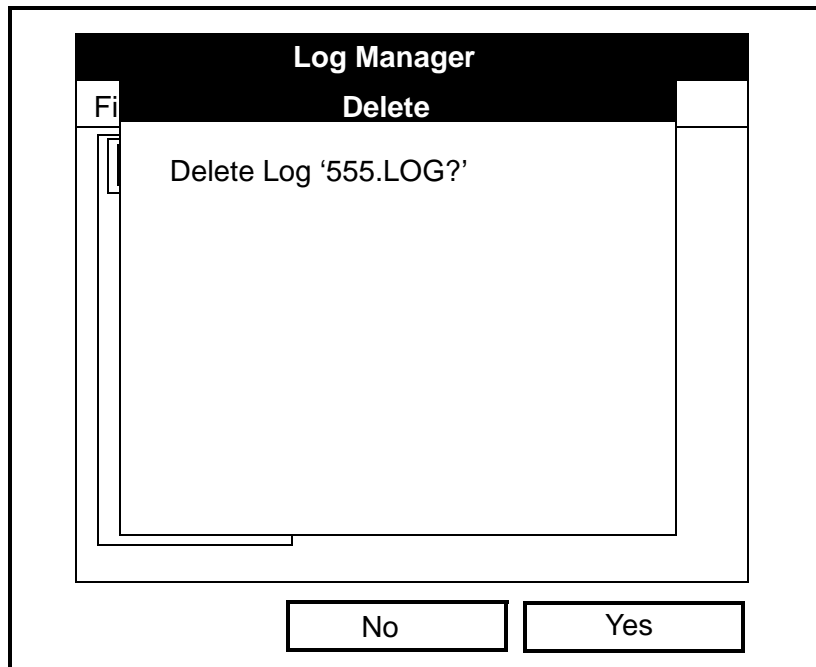

Figura 5-8: Ventana de confirmación de eliminación
3. En el menú *File* (Archivo), desplácese hasta la opción *Delete* (Eliminar) y pulse [ENTER]. Se abrirá la ventana de confirmación *Delete* (Eliminar) (consulte la figura 5-8).